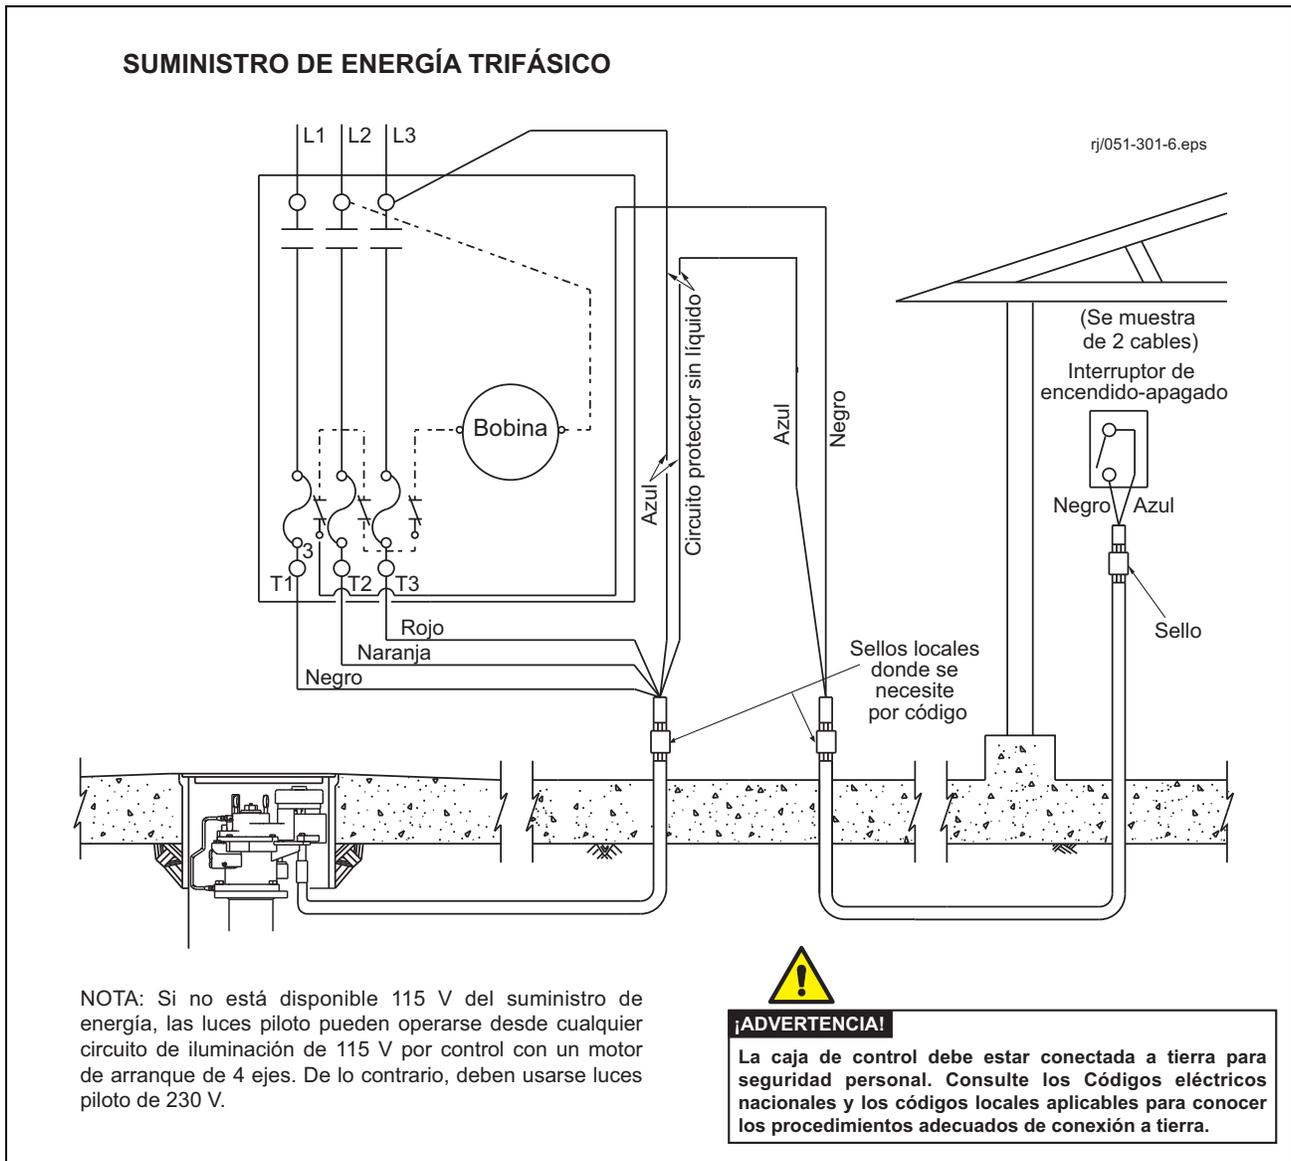
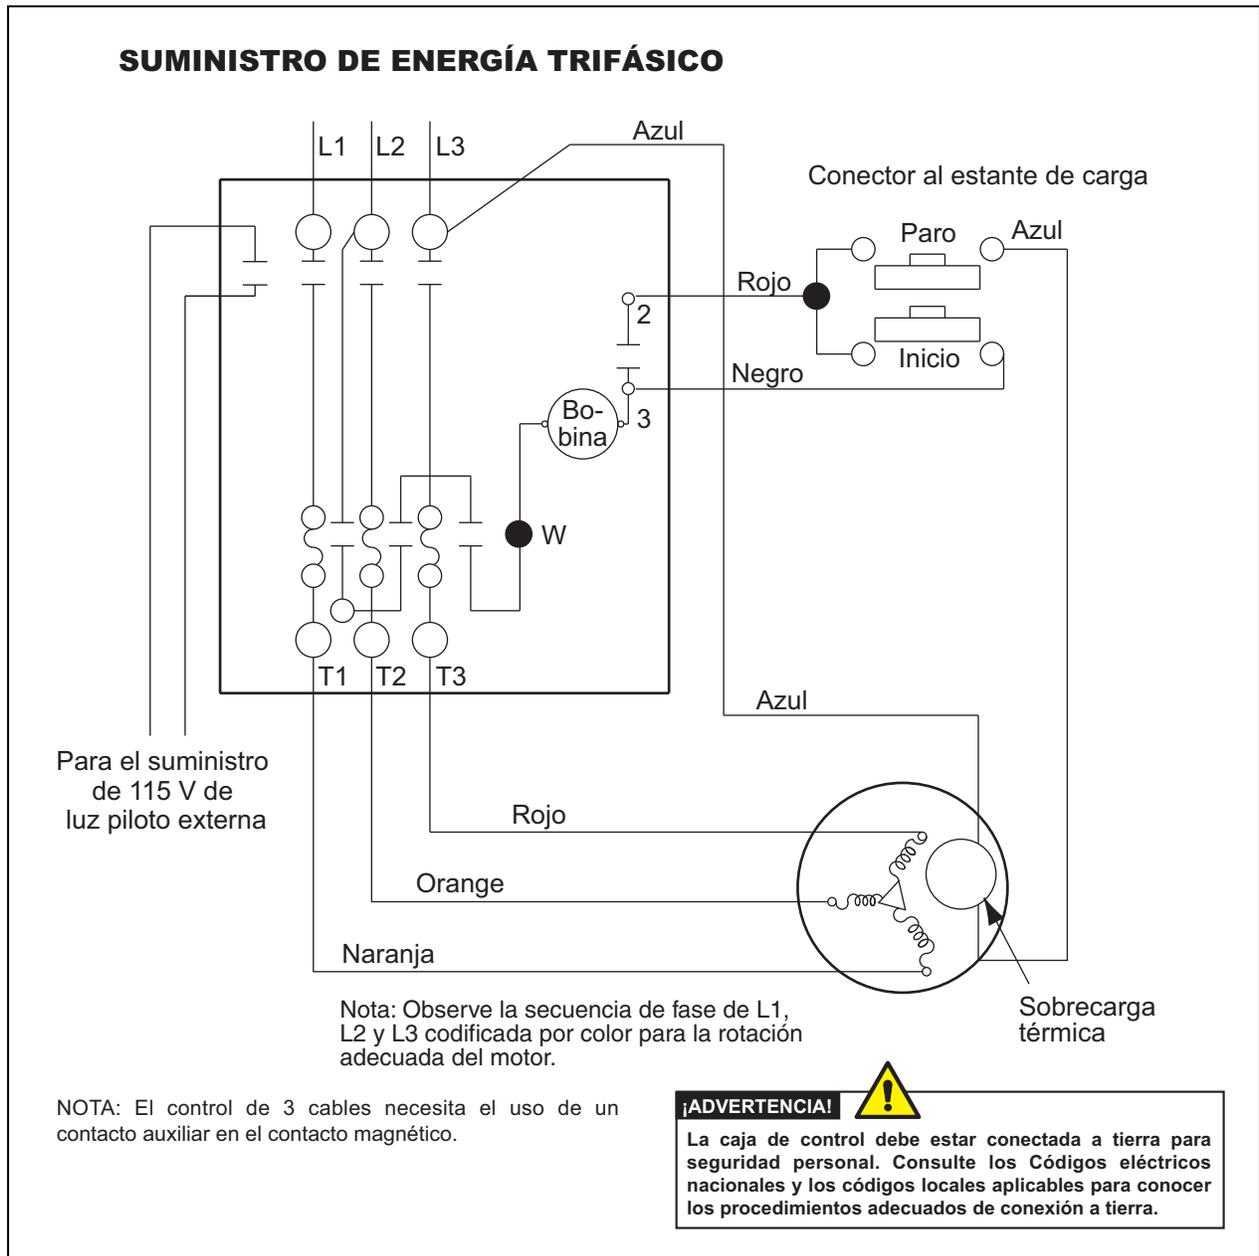

Figura 3. Diagrama de cableado representativo, trifásico, control de dos cables
Figura 4. Diagrama de cableado de motor trifásico, tres cables
1. Instalaciones donde el motor de arranque magnético se encuentra lejos del estante de carga en una ubicación no peligrosa. (Consulte la Figura 3)
- b. Con los cableados codificados correctamente por color, conecte un cable negro de la terminal T1 en el motor de arranque magnético al conductor del motor negro, en la caja de conexiones de la bomba sumergida adecuada. Conecte un cable naranja de la terminal de arranque T2 al conductor de motor naranja y el cable rojo de la terminal T3 al conductor del motor rojo. (Consulte la Figura 3 y la Figura 4).
- d. Las instalaciones que usan solamente los estantes de carga, pueden estar conectados para control de 2 o 3 cables. Para el control de 3 cables (Figura 4), conecte un cable negro desde la terminal 3 en el motor de arranque magnético al interruptor de “encendido-apagado”. Conecte un cable rojo desde la
Conecte los conductores del motor de la bomba a la terminal T1, T2 y T3 del motor de arranque magnético teniendo en cuenta el código de color que se muestra en la Figura 3 y la Figura 4. Con bastante producto en el tanque y el sistema purgado de aire, arranque el motor y haga una lectura de calibración de presión de la presión del sistema con las válvulas de descarga cerradas; o abra una válvula y calcule la velocidad de bombeo.